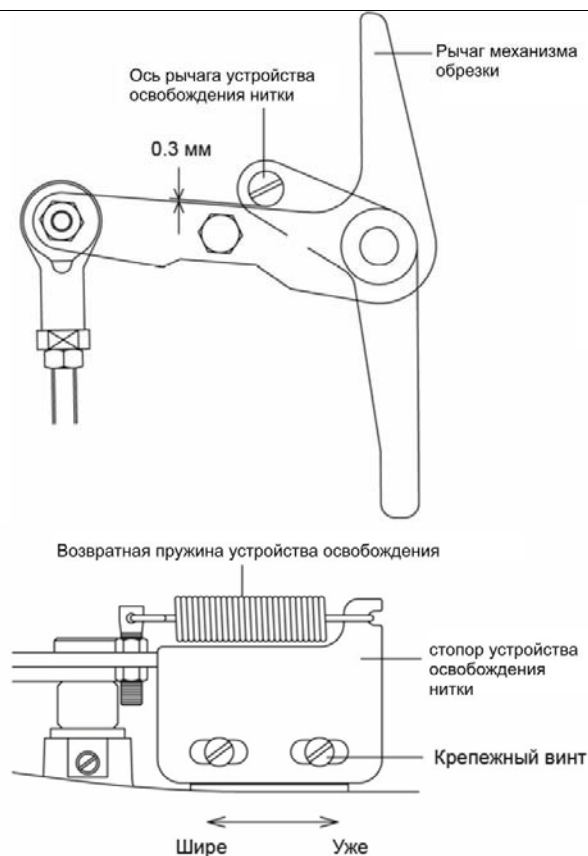

Рисунок 22 – Регулировка хода штока устройства освобождения игольной нитки
*Регулировка хода штока устройства освобождения игольной нитки* (рисунок 22). Снять возвратную пружину устройства освобождения игольной нитки. Ослабить крепежные винты и отрегулировать зазор 0,3 мм между рычагом механизма обрезки и осью рычага механизма освобождения нитки. При перемещении стопора вправо зазор уменьшится и наоборот. Установить возвратную пружину устройства освобождения нитки. При монтаже и демонтаже возвратной пружины соблюдать осторожность и пользоваться специальным инструментом.